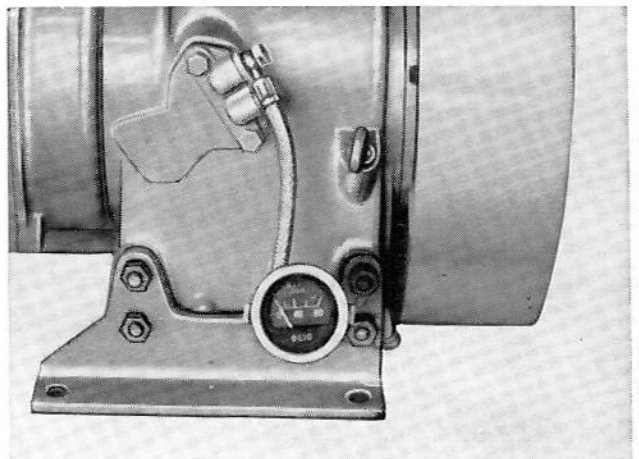

Fig. 86
- Vérifier avec un manomètre, raccordé à la prise sur le bâti, la pression d'huile à chaud. Au régime maximum elle doit être de 2,5 à 4,0  $\text{kg}/\text{cm}^2$ , au ralenti de 0,5 à 1,0  $\text{kg}/\text{cm}^2$  (fig. 86). Si elle est inférieure, vérifier le clapet limiteur de pression et la pompe à huile comme indiqué.